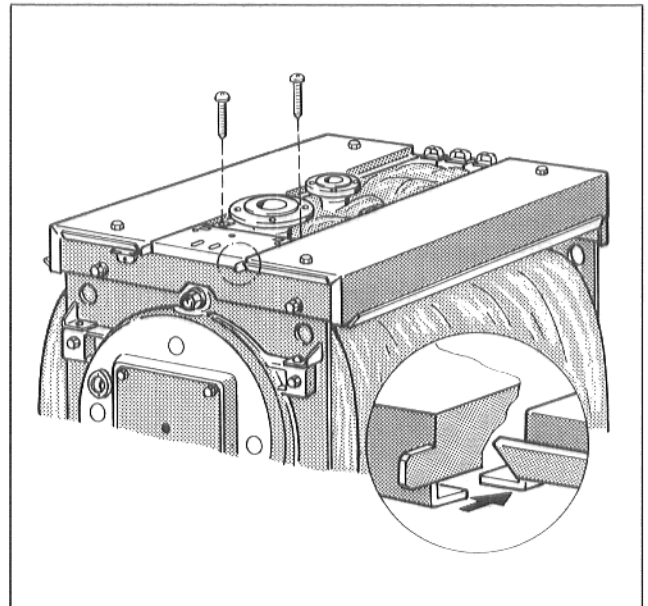

Abb. 12
- Vordere Kesselhaube von vorne zwischen rechte und linke Kesselhaube so einfügen, daß die Abkantung unter der abgekanteten Auflage der seitlichen Haube sitzt (Abb. 12).